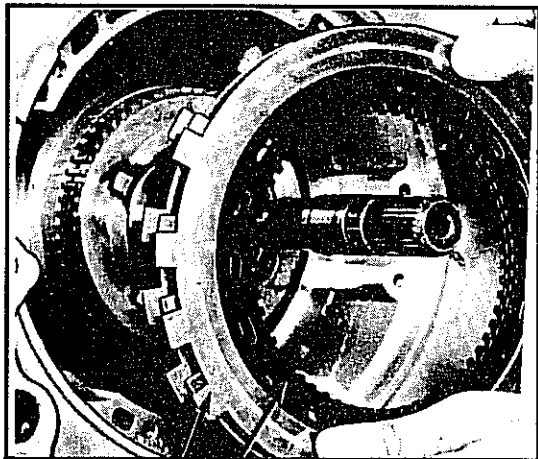

Abb. 10-46 Entfernen des Lamellenkupplungs-
- Den Lamellenkupplungssatz bestehend aus Stahlscheiben und beschichteten Scheiben sowie einer Wellenscheibe entfernen. Siehe Abb. 10-46.